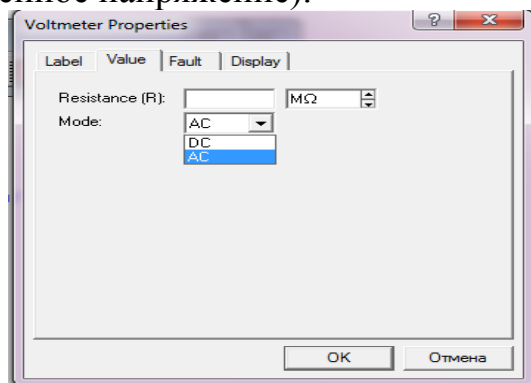

Рисунок 8.2
8.3. Откройте окно свойств вольтметров (См. Рис.8.2) и в окне Mode выберите AC (переменное напряжение):